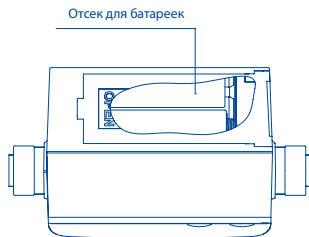

Рис. 3
- Вставьте батарейки в отсек индикатора и закройте крышку (Рис. 3). При необходимости проведите программирование индикатора.